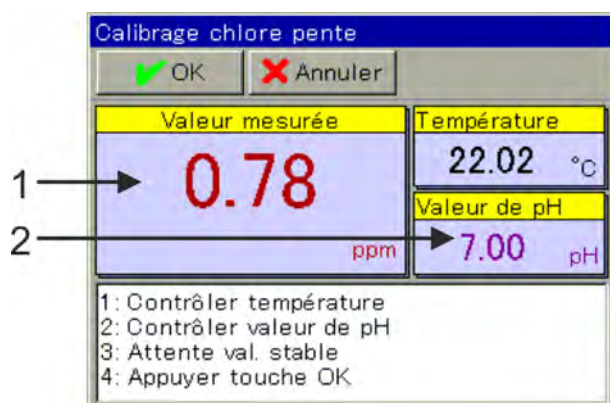

Fig. 85 : Étalonnage pente/chlore : Saisie de la valeur pH
3. Contrôlez les valeurs affichées des grandeurs d'influence de la valeur pH et de la température. La capture automatique indépendante des deux grandeurs d'influence peut être configurée dans les pré réglages d'étalonnage. En cas de capture automatique, la grandeur d'influence correspondante est affichée. Elle ne peut pas être modifiée ici. En l'absence de capture automatique, la grandeur d'influence correspondante doit être saisie manuellement ici. Voir Fig. 85 .